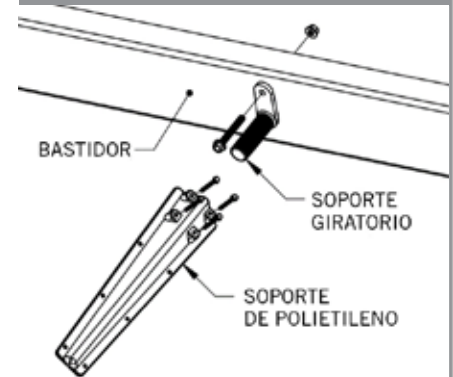

FIGURA 8
- A. Coloque cuatro tornillos de 5/16" x 3" a través del soporte de polietileno (10004593) y el bloque de apoyo (10001486) para sujetar el eslabón giratorio (10001474). **(Ver la Figura 8)**